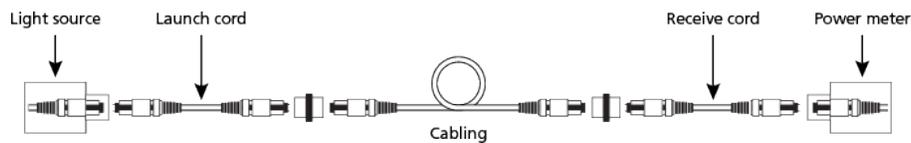

Abbildung 6. Messen Sie die Dämpfung der Verkabelung
2. Schließen Sie das Vorlaufkabel, das Leistungsmessgerät und die Empfangsleitung an die zu testende Verkabelung an (s. Abbildung 6).